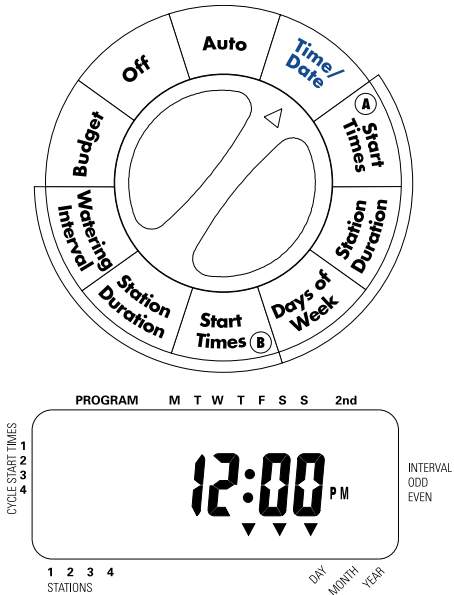

Figura 1: Display a cristalli liquidi con relative informazioni
- 12:00 PM appare sul display, con tre frecce rivolte verso giorno, mese ed anno (D, M, Y). [vedi Figura 1]